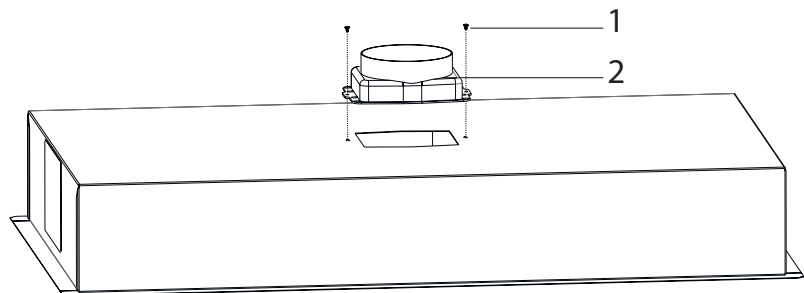

Fig. 11
6. ► Fäst utsugsadaptern ovanpå fläkten och fäst den med 2 X 3.5X9.5 skruvar (Fig. 11).